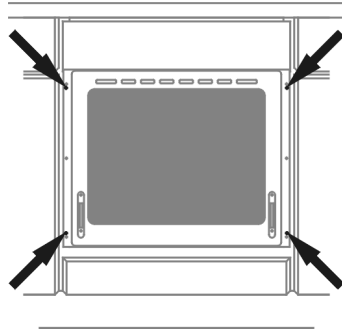

Abb. 4
- den Backofen vorsichtig in die früher vorbereitete Möbelöffnung (Schrank-öffnung) einschieben, in den auf dem Abb. 4 gekennzeichneten Stellen mit 4 Blechschrauben gegen Verschieben sichern.
- den Backofen vorsichtig in die früher vorbereitete Möbelöffnung (Schrank-öffnung) einschieben, in den auf dem Abb. 4 gekennzeichneten Stellen mit 4 Blechschrauben gegen Vorschieben sichern.